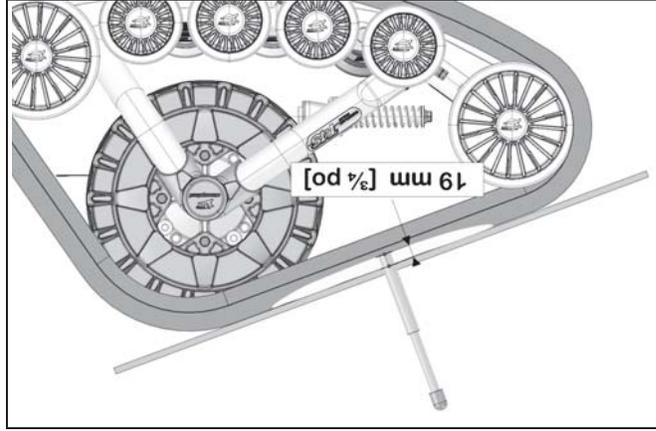

Figure 19
Le tableau suivant indique la force (1) appliquée et la flèche (2) qui doit se produire pour ajuster adéquatement la tension des chenilles. Voir la Figure 19 :